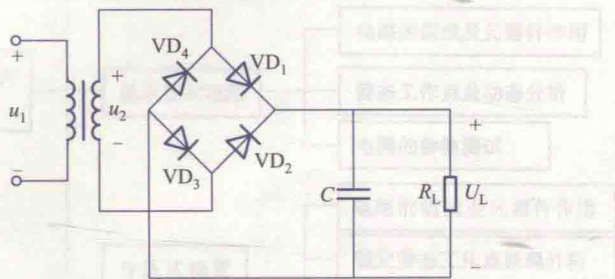

图 1-8
5. 整流滤波电路如图 1-8 所示, $U_1 = 10 \text{ V}$ 。
5. 整流滤波电路如图 1-8 所示, $U_2 = 10 V$ 。